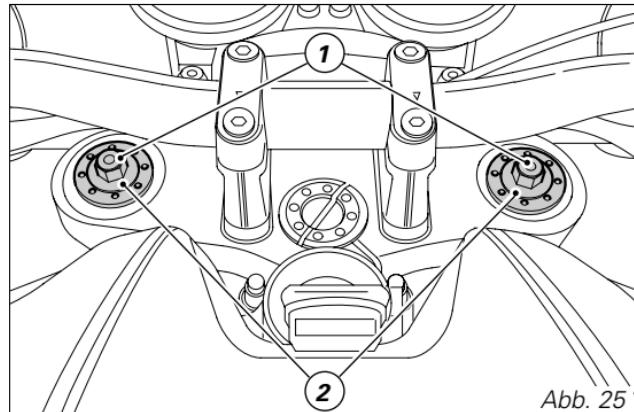
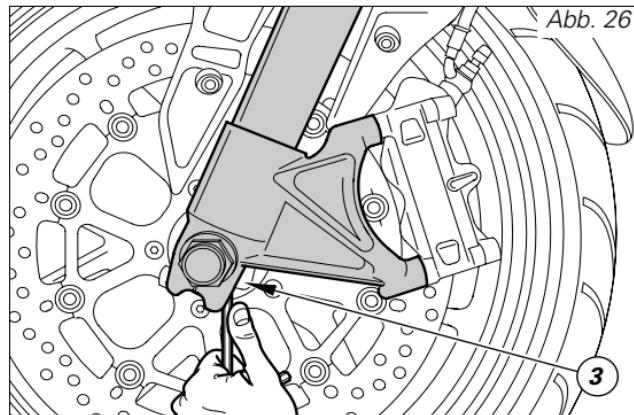

Abb. 25
Abb. 26
(Abb. 25 - Abb. 26)
- 1) (Abb. 25) zur Änderung der Zugstufe
- 2) (Abb. 25) zur Änderung der Vorspannung der inneren Federn
- 3) (Abb. 26) zur Änderung der Druckstufe.
Für die Regulierung über die Einstellschraube (3, Abb. 26) einen 3 mm Inbusschlüssel gemäß Abbildung 27 durch die Bohrung führen. Beim Drehen der Einstellschrauben (1 und 3) sind Klicks vernehmbar, von denen jeder einer Dämpfposition entspricht. Der vollständige Anzug der Schraube entspricht der Position „0“ bzw. der maximalen Dämpfung.
Federvorspannung (Abb. 25): 19 mm.